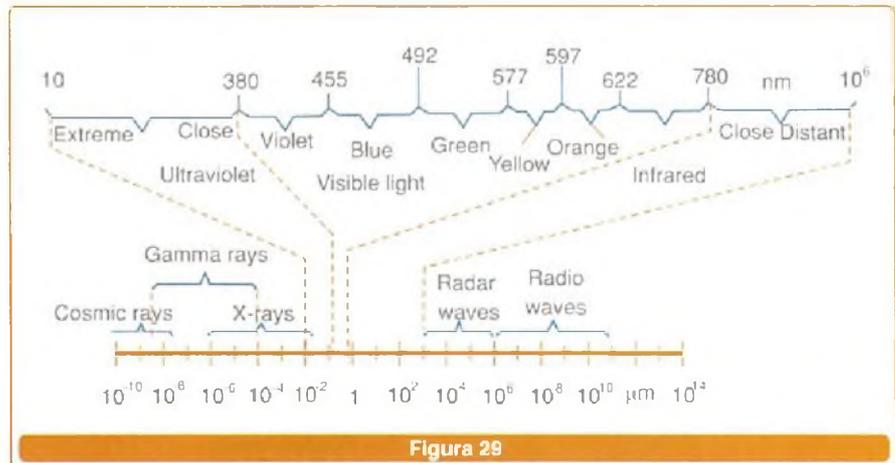

Figura 29
A maioria dos sensores ópticos utilizados na indústria operam com luz infra-vermelha (IR). Apenas para termos uma idéia de onde ela se localiza, a **figura 29** traz o espectro de frequências das ondas eletromagnéticas. Notem que a luz visível é apenas uma estreita faixa compreendida entre um comprimento de onda de 380 nm a 780 nm.